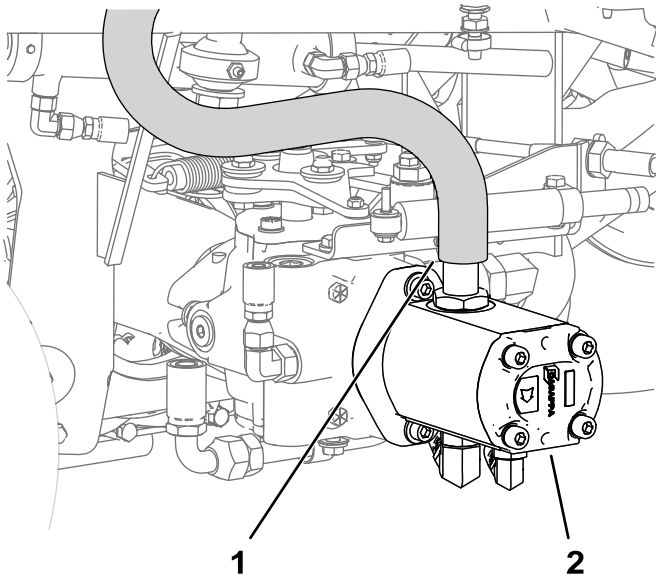

Figura 1
2. Cierre con una pinza la manguera de entrada de la bomba, y retire la abrazadera que la sujeta al conjunto de la bomba (Figura 1).